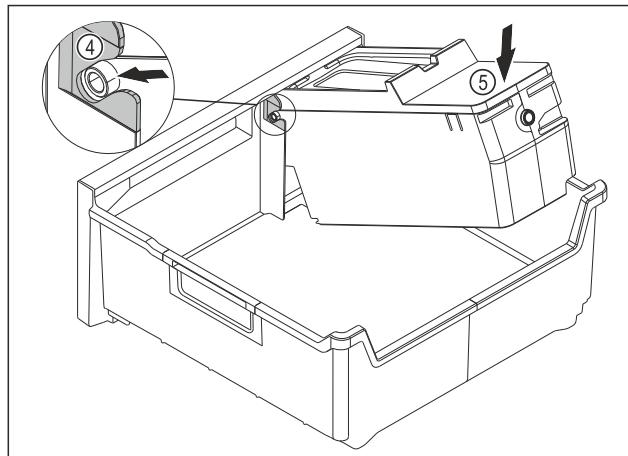

Fig. 82
- Montáž korpusu EasyTwist-Ice: Osy korpusu EasyTwist-Ice zasuňte do vedení Fig. 82 (4).
- Stlačte korpus EasyTwist-Ice Fig. 82 (5) vzadu dolů.